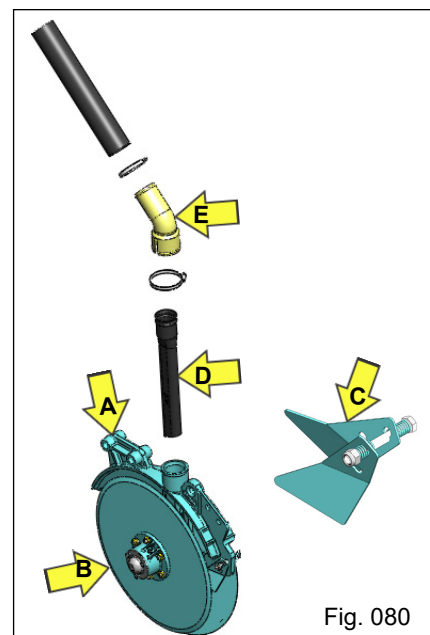

Fig. 080
- Composto por um suporte dos discos com furos posicionados um a frente do outro "A" (Fig. 080), que permitem que os conjuntos dos discos planos lisos sejam montados desencontrados um em relação ao outro.